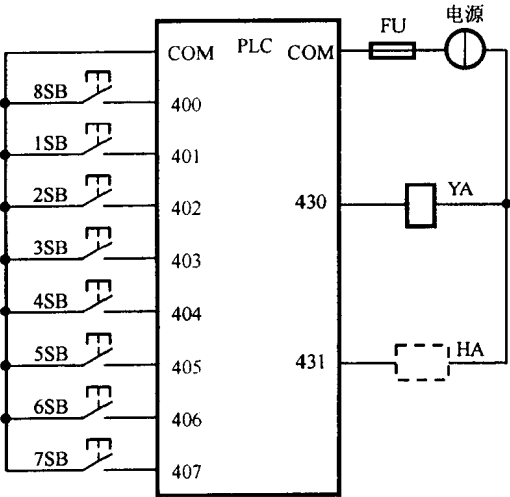

图 9.1 例 9-1 的安装图
- ② 绘出 PLC 与现场器件的实际连接图(见图 9.1)